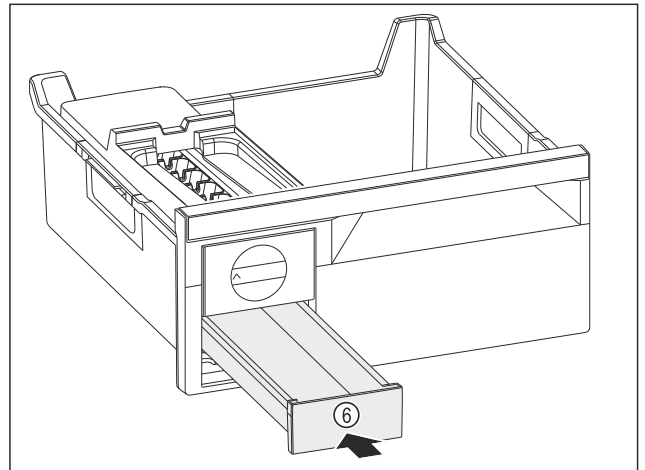

Fig. 110
- ▶ Umetnite Fig. 110 (6) pretinac za kockice leda.